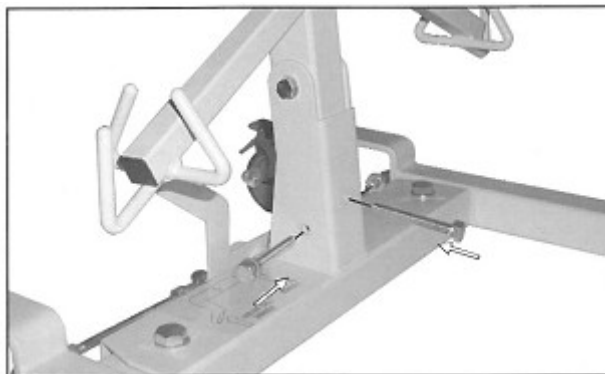

Рисунок 3
3.6. Установите в совмещенные отверстия два болта с шестигранной головкой, идущих в комплекте с устройством. Зафиксируйте болты с противоположной стороны глухими гайками (Рисунок 3).